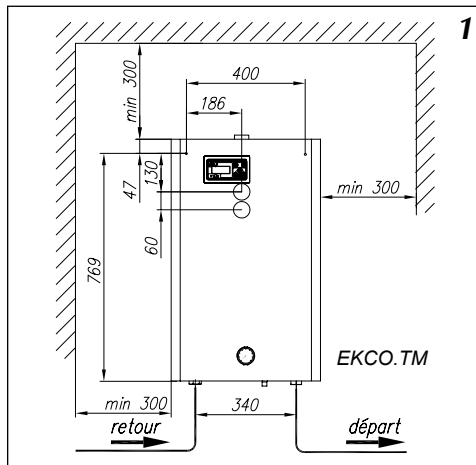

Figure 1 Installation de la chaudière sur le mur
1. Accrocher la chaudière en position verticale sur les vis de montage; les tubes d'entrée et de sortie en bas, en respectant la distance de sécurité entre les murs et le plafond. (fig. 1).